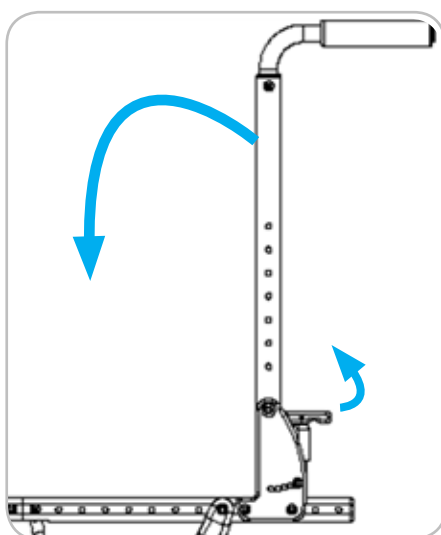

Figura 8
6. Sollevare le leve di sblocco dello schienale e abbattere lo schienale. Cfr. Figura 8.